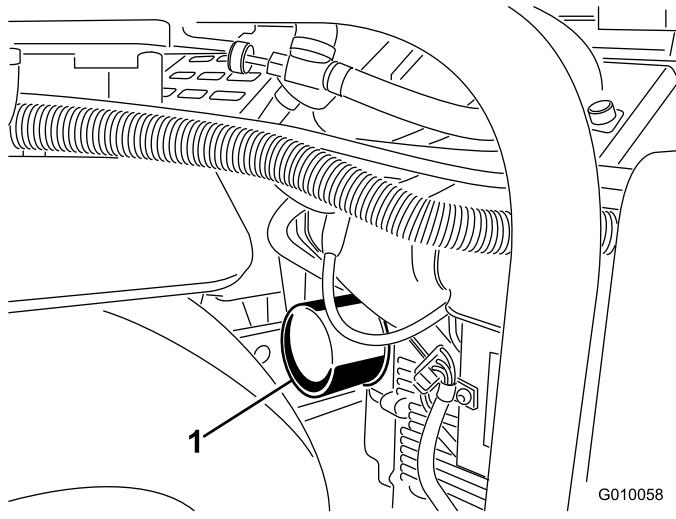
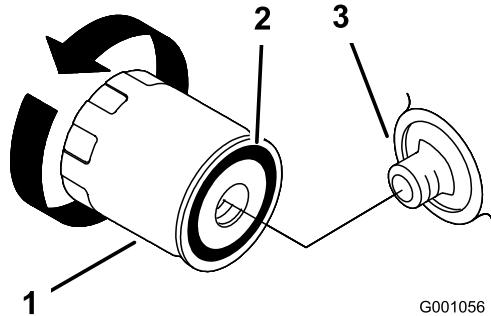

Figura 47
Figura 48
- Mettere una bacinella o uno straccio sotto il filtro per raccogliere l'olio di spурго (Figura 47).
- Togliete il filtro usato (Figura 47 e Figura 48) e pulite la superficie della guarnizione dell'adattatore del filtro.